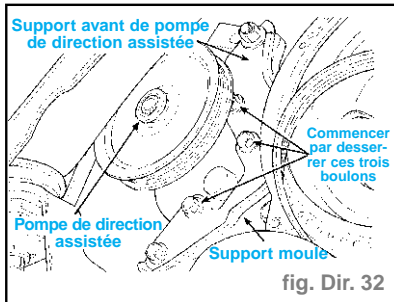

fig. Dir. 32
- Desserrer les trois boulons fixant la pompe de direction assistée à son support de montage avant (fig. Dir. 32). Ensuite, déposer l'écrou et le boulon fixant l'avant de la pompe de direction assistée au support.
- Poser le support avant sur la pompe de direction assistée et poser sans les serrer les trois boulons de montage. Ensuite, poser l'écrou et le boulon fixant le support avant au support moulé (fig. Dir. 32)